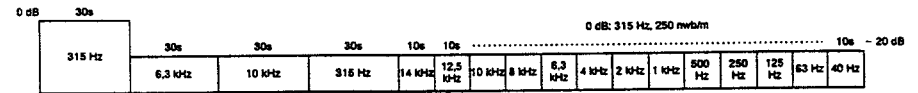

Fig. 6-4 Constantes de la bande d'essai STD-331E
- STD-331E : Réglages de la lecture (Voir fig. 6-4)